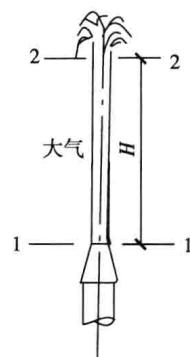

图 10-9
15. 如图 10-9 所示为高压喷嘴, 喷嘴出口断面 1-1 的平均流速为  $10 \text{ m/s}$ , 喷至 2-2 断面的平均流速减少为  $1 \text{ m/s}$ , 不计水头损失, 则喷射高度  $H$  为( )  $\text{m}$ 。